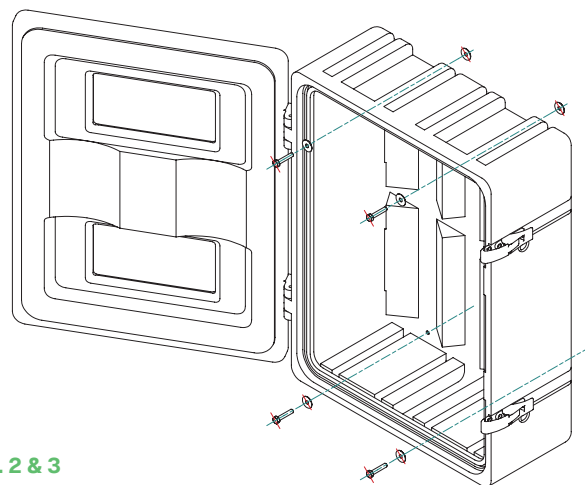

Fig. 2 & 3
5. **Fixation:** Installez les fixations depuis l'intérieur de coffre. Placez des rondelles sous les têtes de la visserie (Voir Fig 2 &3)